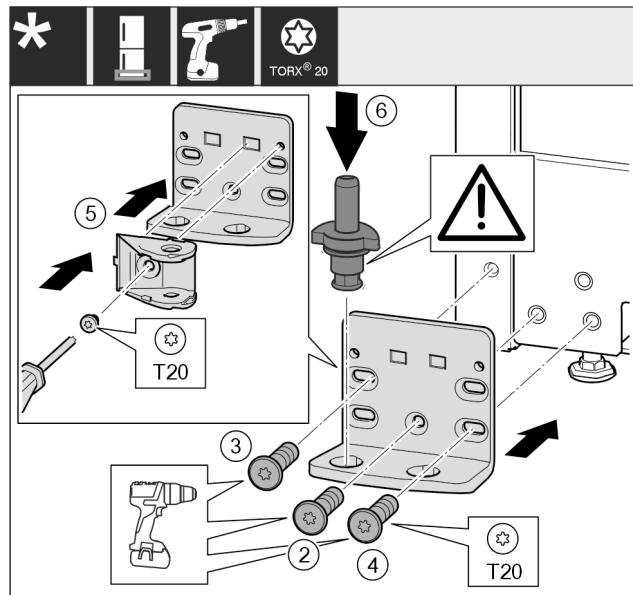

Fig. 21 \*
- ▶ Helyezze fel a csapágybakot a másik oldalra, és csavarozza fel csavarhúzóval. Kezdje alul, a középső csavarral Fig. 21 (2).\*
- ▶ Húzza meg a csavart Fig. 21 (3) és a csavart Fig. 21 (4).\*